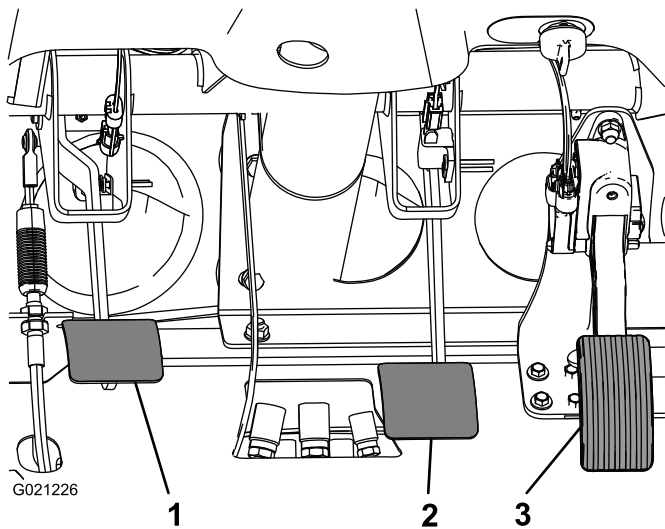

Figure 63
2. Soulevez la pédale de frein (Figure 63) jusqu'à ce qu'elle touche le châssis.
3. Desserrez les écrous de blocage qui fixent la chape à l'arbre du maître-cylindre (Figure 63).